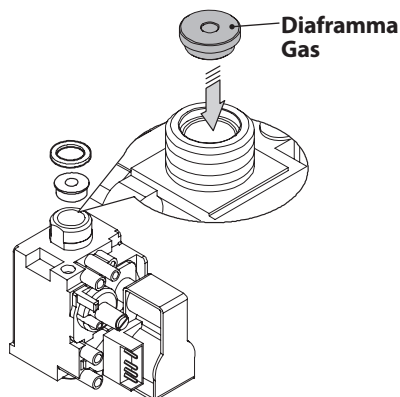

Figura 8.2
- Eseguire la trasformazione del tipo di gas sostituendo correttamente il diaframma gas (Figura 8.2), facendo riferimento alla sezione "Dati tecnici M262.2025SB/T" a pag. 28 e sezione "Dati tecnici M262.3035SB/T" a pag. 32.